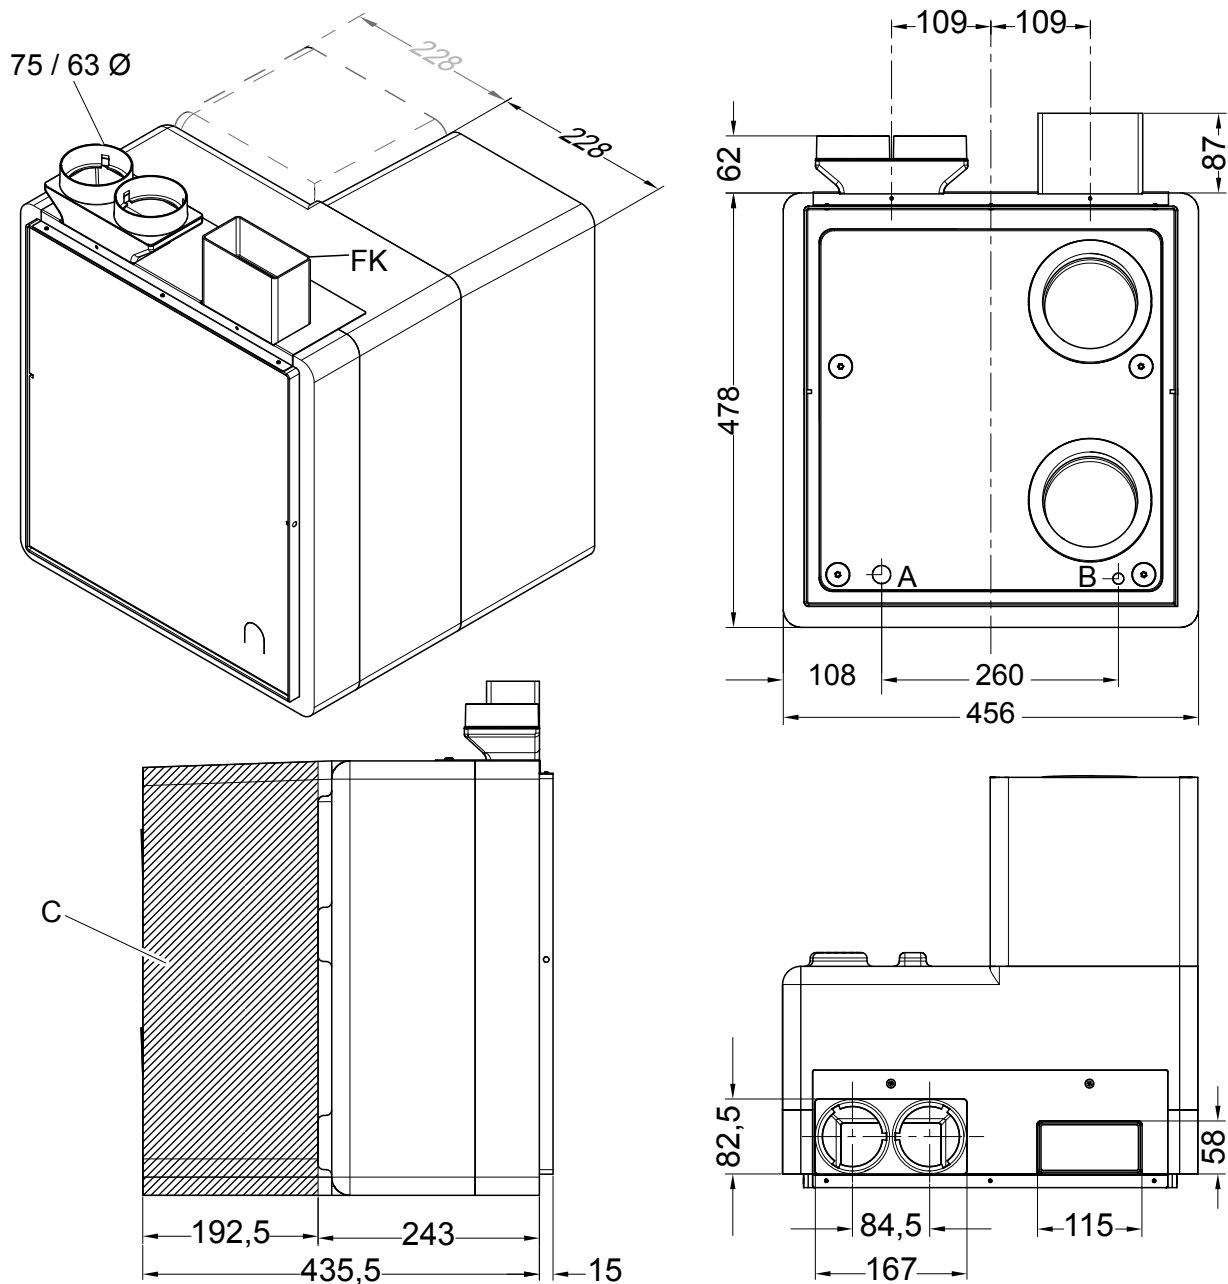

Abb. 6: Abmessungen des Montagesets mit Füllstück in Millimeter
In die Öffnungen von Abluft und Zuluft können wahlweise zwei Flachkanalanschlüsse **oder** zwei Flexrohranschlüsse **oder** ein Flachkanalanschluss und ein Flexrohranschluss eingesetzt werden. Zur Darstellung der Bemaßungen von Flachkanal- und Flexrohranschluss wurde in Abb. 6 eine Konfiguration mit Flachkanal- (FK) und Flexrohranschluss (75/63 mm Durchmesser) gewählt.